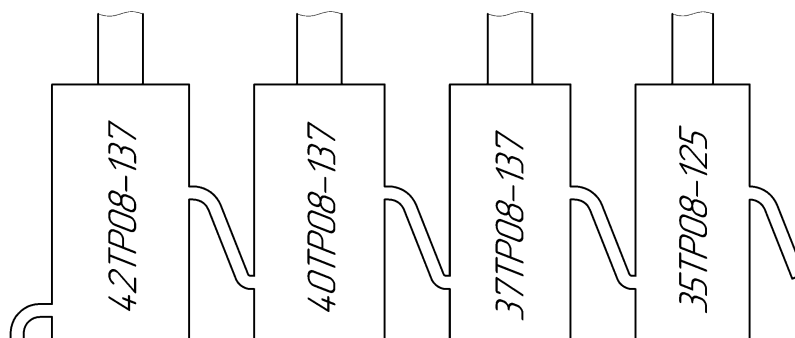

Рис. 6.4.5. Последовательность соединения гидроцилиндров
3. Установить на шток каждого гидроцилиндра регулировки глубины одинаковое количество ограничителей (рис. 6.4.5) (начальная толщина набора ограничителей на штоке каждого цилиндра должна составлять ориентировочно 80–90 мм; в этот начальный набор лучше включить широкие
4.1. Если после повторного стравливания воздуха проушины гидроцилиндров не упрутся в ограничители, необходимо подкрутить проушину на величину зазора **a**, ослабив штифт 1 (рис. 6.4.5.1). Для этого необходимо воспользоваться газовым ключом.